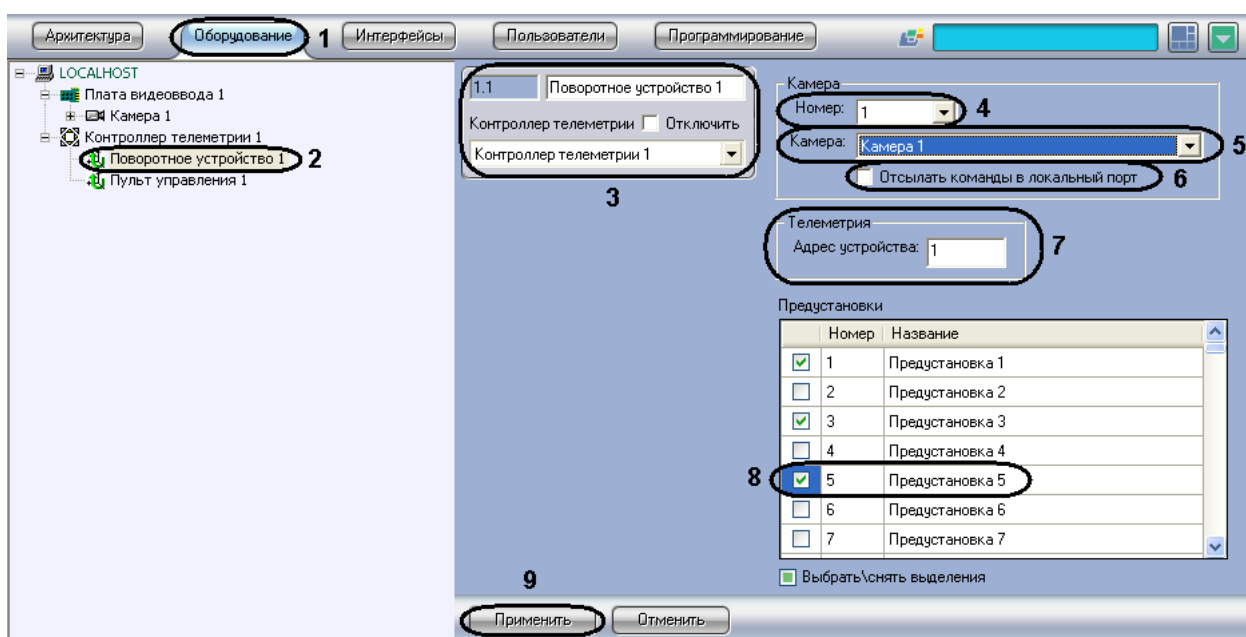

Рис. 3.4—5 Панель настроек объекта «Поворотное устройство»
1. Необходимо перейти во вкладку «Оборудование» панели настроек программы «Интеллект» (Рис. 3.4—5, 1).
2. Создать на базе системного объекта «Контроллер телеметрии» объект «Поворотное устройство» или выбрать соответствующий объект в дереве объектов во вкладке «Оборудование» диалогового окна «Настройки» программы «Интеллект» (Рис. 3.4—5, 2).
3. При создании объекта «Поворотное устройство» необходимо указать идентификационный номер, название объекта, и выбрать объект «Контроллер телеметрии», к которому подключено поворотное устройство (см. Рис. 3.4—5, 3).
4. Выбрать идентификационный номер видеокамеры, оборудованной поворотным устройством (см. Рис. 3.4—5, 4).
5. Выбрать название видеокамеры, оборудованной поворотным устройством (см. Рис. 3.4—5, 5).